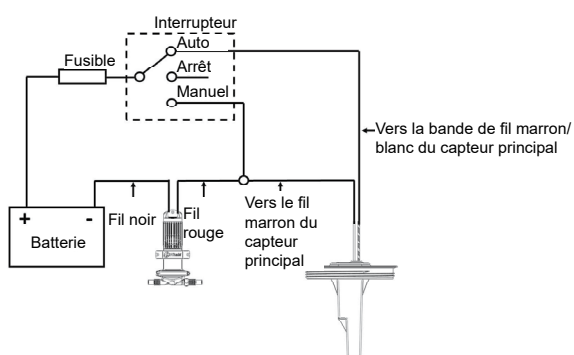
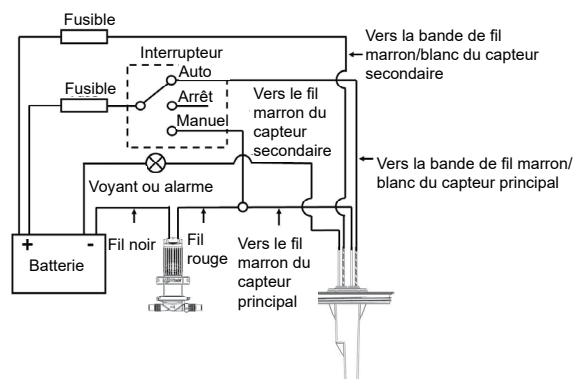

Figure 8A Schéma électrique – Pour modèles à un capteur
Figure 8B Schéma électrique – Pour modèles à deux capteurs
- **AVERTISSEMENT** : l'installation **doit** être réalisée par un électricien qualifié. Un mauvais câblage peut provoquer un feu entraînant des blessures ou la mort. Les informations suggérées concernant le câble (Figure 8A et Figure 8B) sont données à titre indicatif uniquement, et le câblage **doit** respecter les normes électriques applicables. **Installez** des fusibles ou des disjoncteurs de taille adéquate.
- Contactez l'assistance Whale +44 (0)28 9127 0531 pour obtenir des conseils spécifiques sur votre installation.
**Étape 4:** Câblage : Figure 8A ou figure 8B.
|                                       | Mauvaise câblage                          | Vérifiez le câblage aux Figures 8A/8B  |